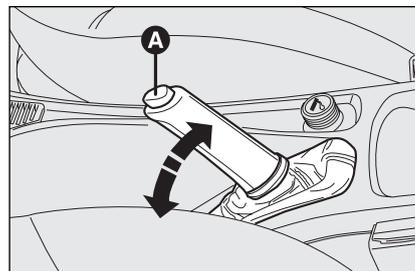

fig. 1
- soulever légèrement le levier et appuyer sur le bouton de déblocage **A** fig. 1;
- tenir écrasé le bouton **A** et baisser le levier. Le témoin (C) sur le tableau de bord s'éteint.